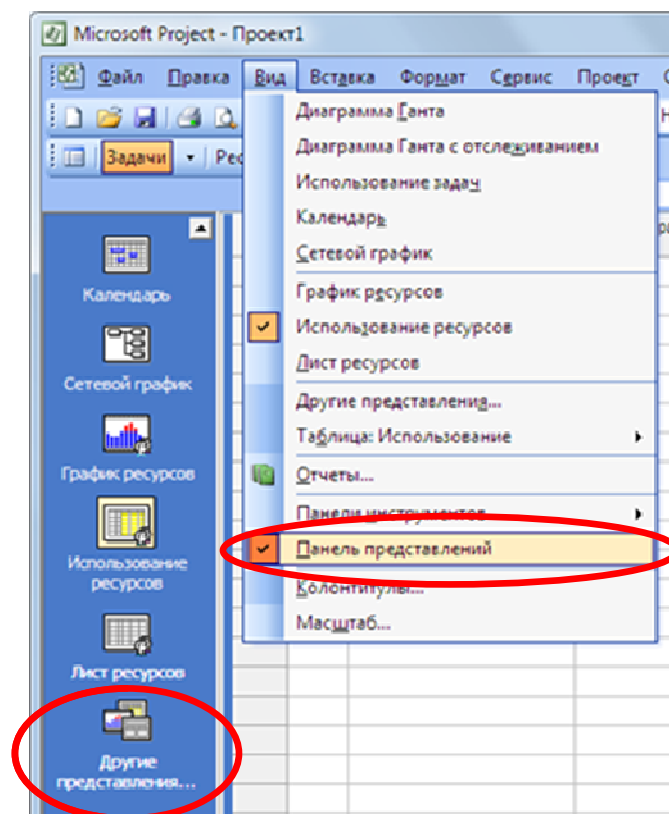
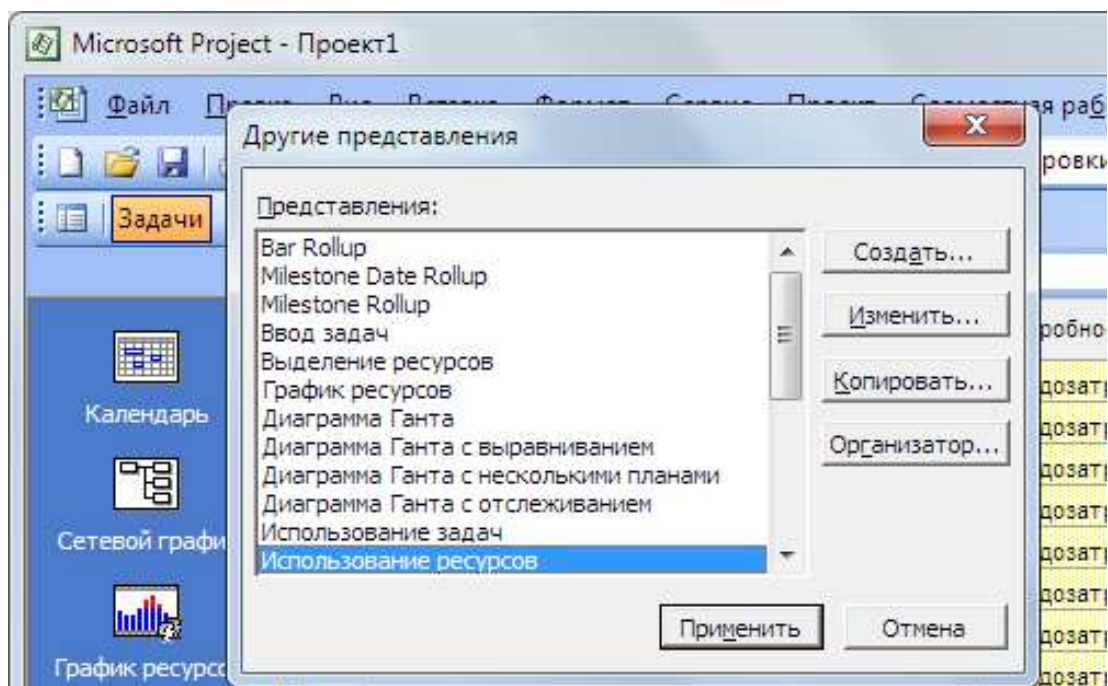

Рис. 3 – Выбор представлений **окна проекта MS Project**
Рис. 4 – Вид меню **Другие представления**
2. Переход из одного представления в другое можно используя меню **View (Вид)** или специальную панель **View Bar (Панель представлений)**, которая открывается ее выбором в меню **View (Вид)** (см. рис. 3 и рис. 4).